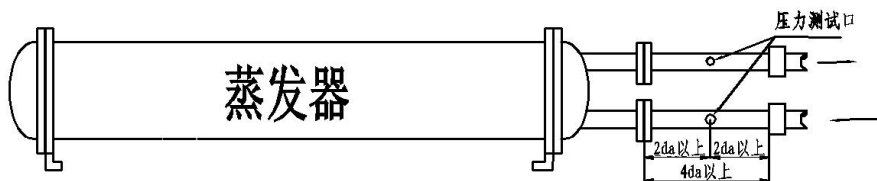

图 B.3 压力测试管
- a) 在机组的冷水、冷却水及热水进出接口上连接各自的直管，直管长度为配管直径 4 倍以上，在距加接位置 2 倍管直径以上处的直管管壁上设置一个压力测试孔，其位置与机组内部配管及连接配管弯头平面成垂直方向（见图 B.3）；